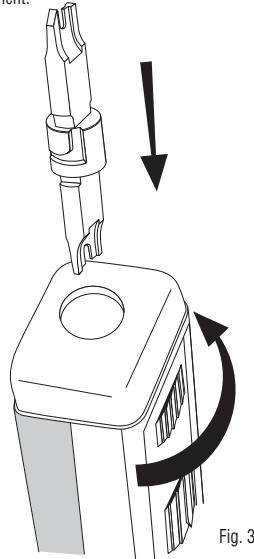

Fig. 3
1. Hold the Punchdown Tool with the blade storage end facing up (Fig. 3).
1. Sostenga la herramienta perforadora con el extremo de almacenamiento de la cuchilla orientado hacia arriba (Fig. 3).
1. Tenez l'outil de découpage avec le bout de rangement de la lame orienté vers le haut (Fig. 3).